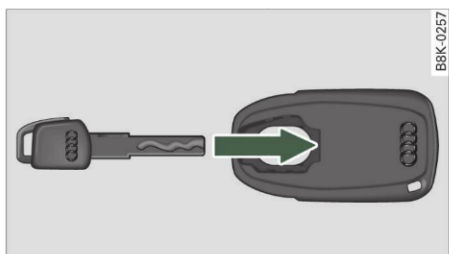

Fig. 23 Așezarea cheii
- Introduceți cheia ⇒ fig. 23 complet în adaptor. Atenție ca cercurile Audi să fie îndreptate în sus.